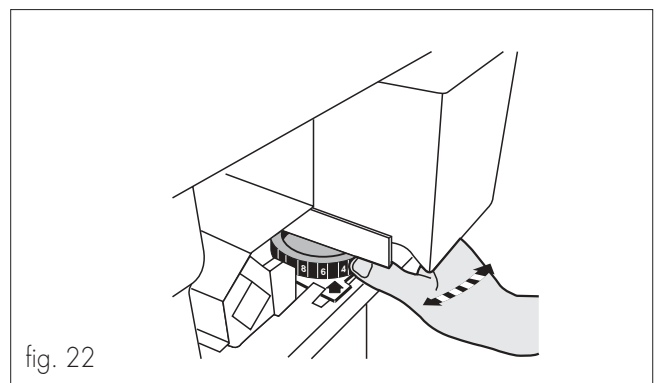

fig. 22
- Regular el grado del molido del café sobre uno de los siguientes valores, girando la manopla (fig. 22):